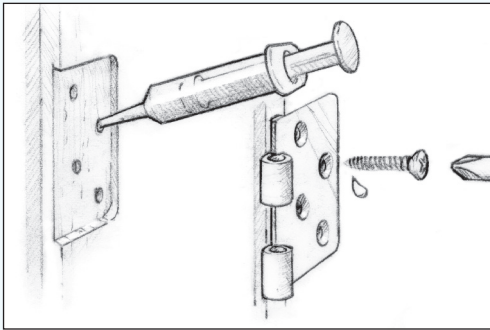

Abbildung 15 Tränken Sie ein normales Bohrloch vor und drehen Sie die Schraube ein.
1. Tränken Sie ein normal großes Bohrloch vor und bringen Sie die Harz/Härter-Mischung mit einem Pfeifenreiniger oder einer Füllspritze in das Loch ein (Abbildung 15). Dicken Sie eine zweite Epoxidharzmischung für ausgerissene oder sehr große Löcher an.